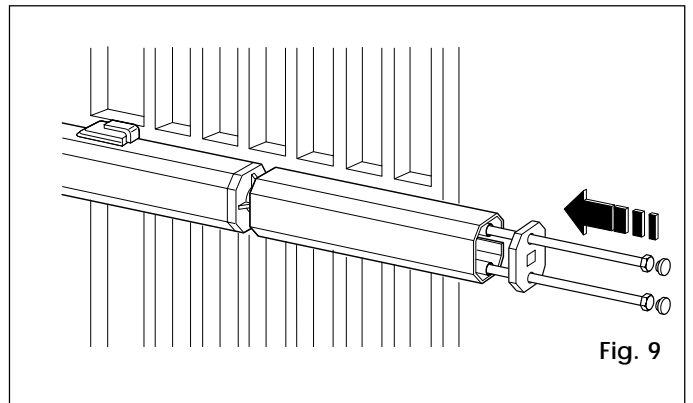
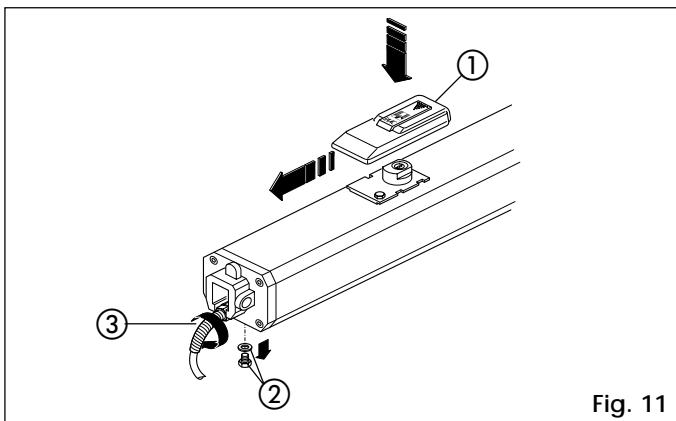

Fig. 9
Fig. 11
- (1) E' consigliabile ingrassare tutti i perni di fissaggio degli attacchi.
- (2) Nel caso non sia possibile eseguire saldature, le piastre degli attacchi anteriore e posteriore sono predisposte per un'eventuale fissaggio tramite viti e tasselli.
- 12) Predisporre il carter di protezione ed applicarlo sull'operatore come da fig. 9. Montare il salvapièga cavo elettrico (rif. 3, Fig. 11).
- Applicare la protezione dello sblocco (rif. 1, Fig. 11).
- Togliere le viti di sfiato (rif. 2, Fig. 11).